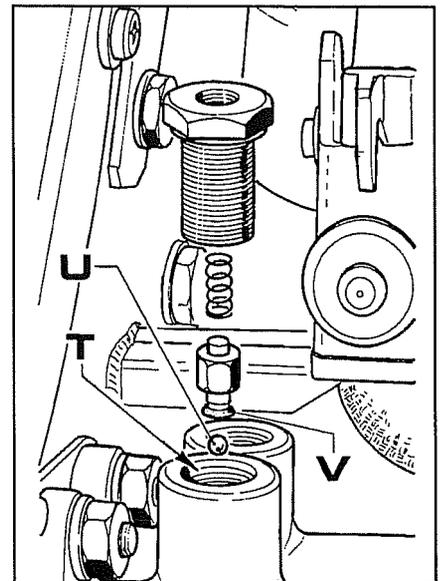
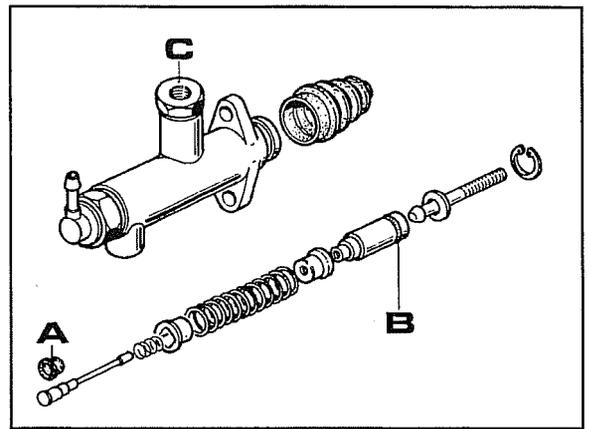

Fig. 5
Fig. 8
- 2 La fig.5 montre les composants de l'une des deux soupapes. Vérifier qu'il n'y a pas d'impuretés entre le logement **T**, la bille **U** et l'anneau **V**. Vérifier l'intégrité de l'anneau **V** et si nécessaire le remplacer.
- e. La fig.8 montre les composants d'une des deux pompes. Contrôler qu'il n'y a pas d'impuretés et vérifier l'intégrité de l'anneau **A**, principales causes des suitelements à l'intérieur du circuit.
- f. En cas de remplacement il est conseillé de monter le jeu complet d'anneaux, formée des pièces **V** fig.5 et **A-B** fig.8.
- 2 Démontez la pompe comme illustré dans la fig.8.